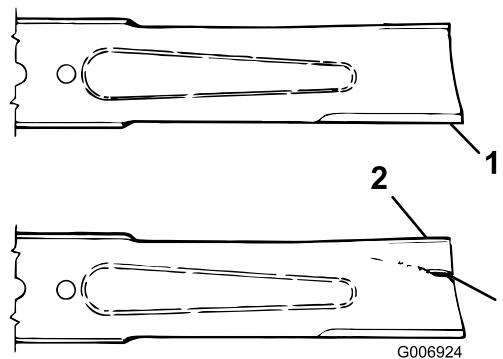

図 15
2. ブレードの切っ先を注意深く観察、特に、直線部と曲線部が交わる部分をよく観察する図15。この、直線部と曲線部の交差域は、砂などによる磨耗が進みやすい部分なので、機械を使用するまえによく点検することが必要。磨耗が大きい場合には図15危険であるから交換する「ブレードの取り外し」を参照。
ブレードの磨耗を放置すると、ブレードのセール部と平坦部との間に割れ目が発生する図15。この割れ目が拡大すると、最終的にはブレードがちぎれてハウジングの下から飛び出し、これがオペレータや周囲の人に重大な人身事故となる。